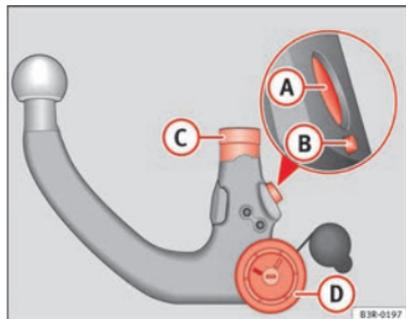

Abb. 153 Abnehmbare Anhängervorrichtung: Kugelstange
- Überprüfen Sie die Kugelstange am Verriegelungsbolzen **(A)**, Auslösebolzen **(B)**, Einsteckschaft **(C)** und Handrad **(D)** ⇒ Abb. 153 auf Verschmutzung und Beschädigung.